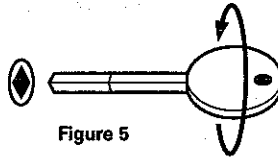

Figure 5
2. Faites tourner la clé **DANS LE SENS DES AIGUILLES D'UNE MONTRE** jusqu'à ce que la porte s'ouvre (Figure 5)